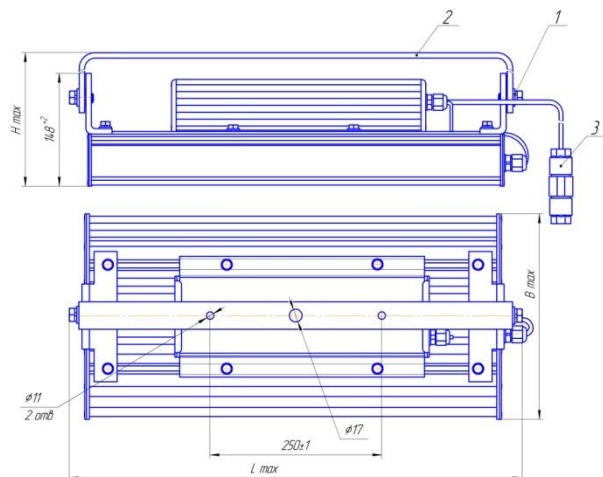
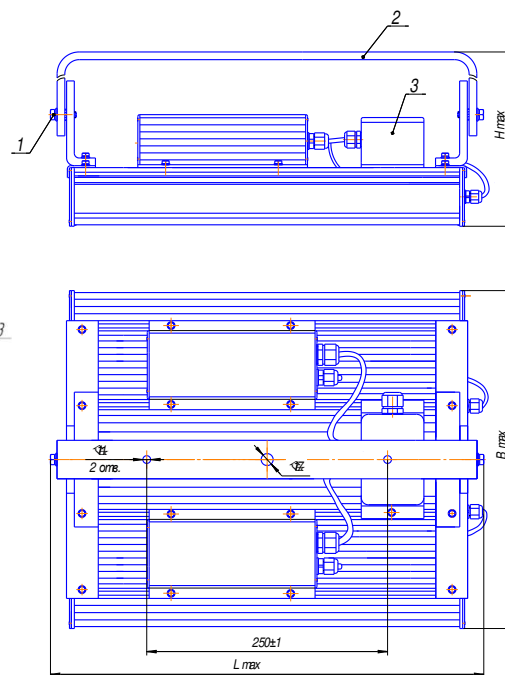

Рис. 1
Рис.2
— для светильников: мощностью 80-240 Вт (рис.1) и мощностью 320-500Вт (рис.2):
б) - для светильников: мощностью 80-240 Вт сетевой кабель подключить к кабельному разъему (3) рис.6 согласно схеме рис. 1а ; 1б;
- для светильников мощностью 320-500Вт снять крышку с распределительной коробки «СЕТЬ»(3), пропустить питающие и заземляющий провода через кабельный ввод и подключить к клеммам «Wago» согласно схемы рис.2а, закрыть крышку распределительной коробки светильника;
Рис.1а
Рис.1б
Рис.2а